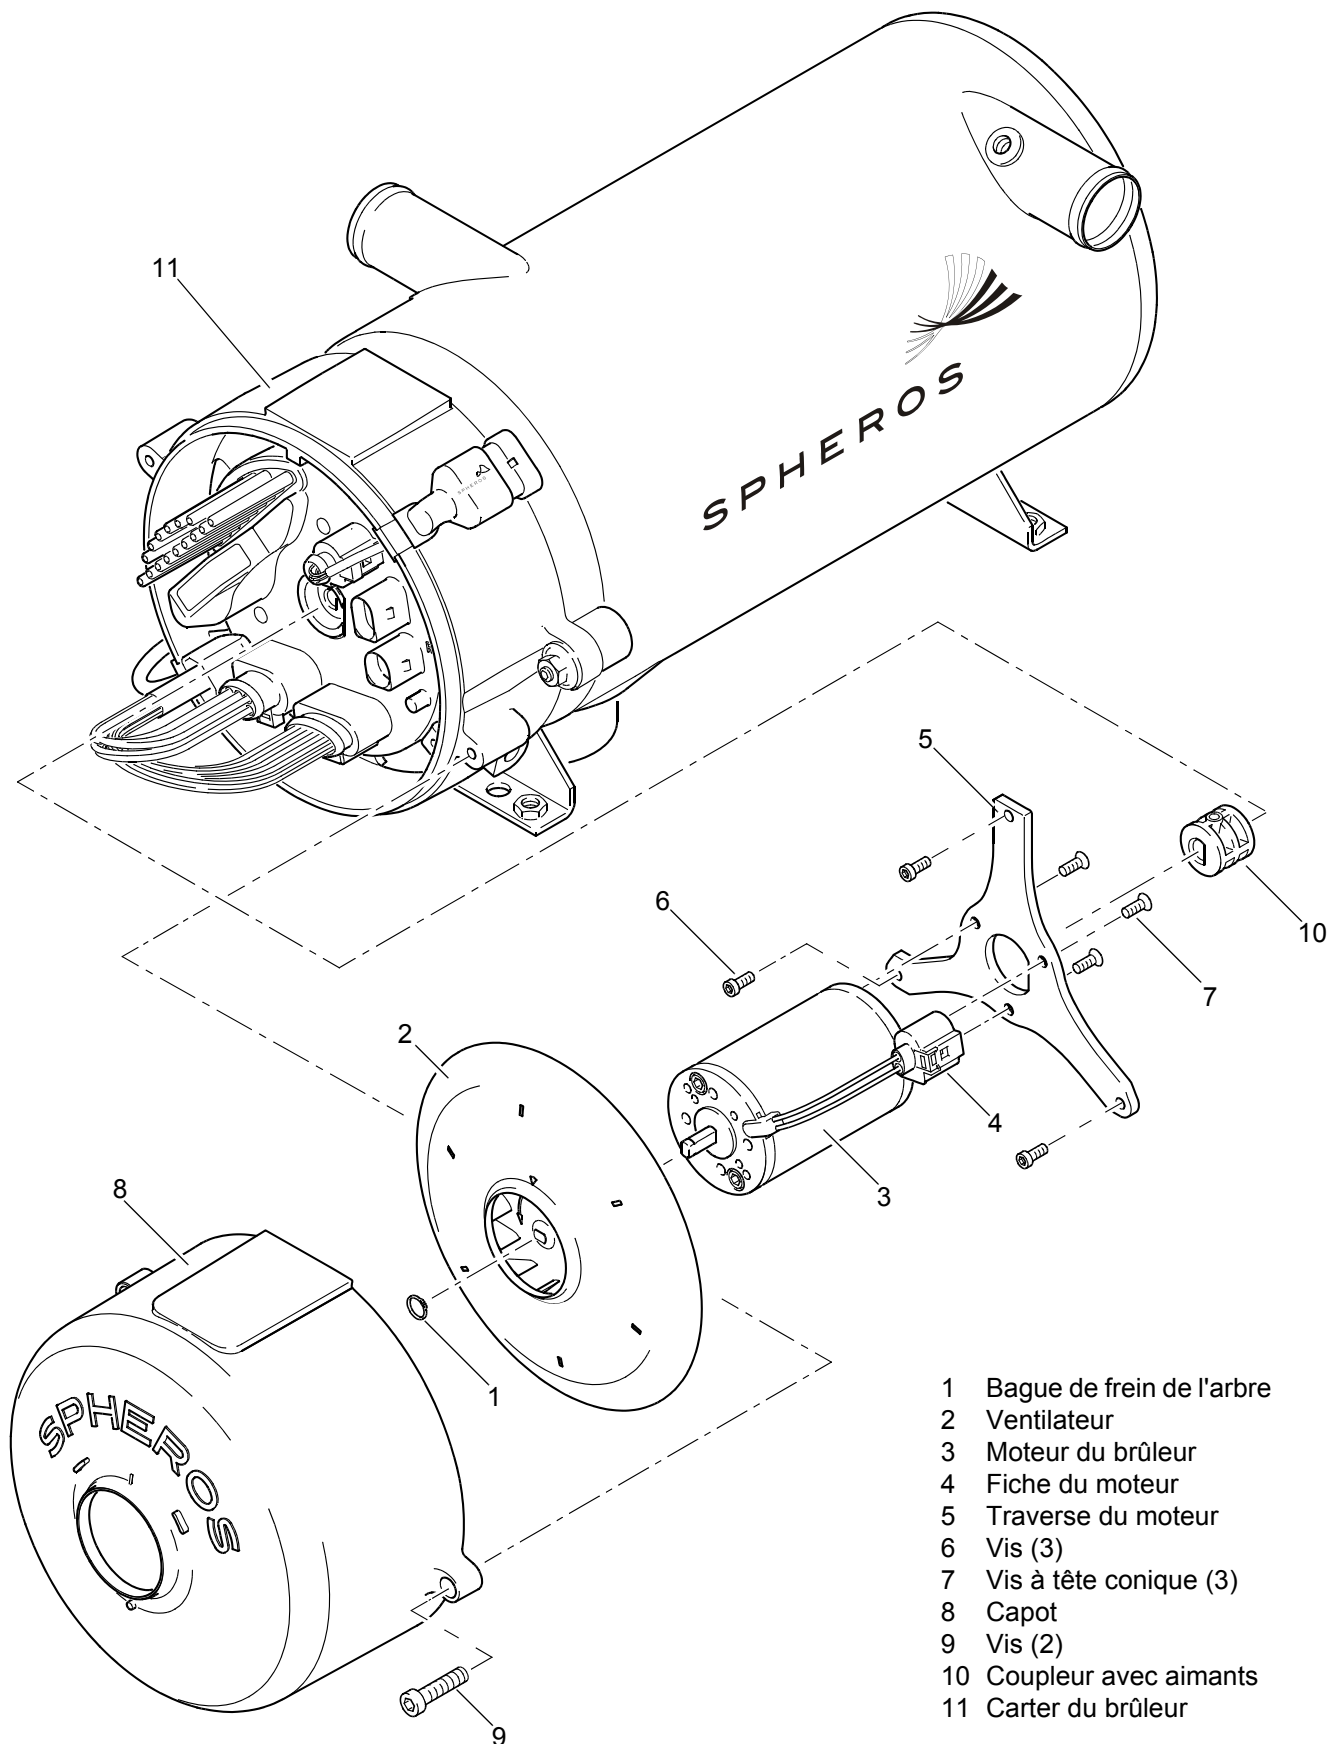

Fig. 803 Démontage et montage du ventilateur de l'air de combustion
2. Si nécessaire, retirez le ventilateur (2, Fig. 803). Pour cela, détachez la bague de frein de l'arbre du moteur (1) à l'aide d'une pince appropriée.
3. Retirez la fiche (4) du moteur du brûleur du boîtier de commande.
4. Retirez les vis (6) et enlevez le moteur (3) et la traverse (5) du carter.
5. Si nécessaire, retirez la traverse (5) du moteur (3). Pour cela détachez les vis (7) de la bride du moteur et dévissez.
1. Si nécessaire, reliez le moteur du brûleur (3, Fig. 803) avec la traverse (5). Pour cela, positionnez le moteur du brûleur par rapport à la traverse, tenez compte de la position de montage de la traverse. Vissez les vis à tête conique (7) dans les fentes prévues de la bride du moteur. Puis serrez les vis (7) avec un couple de 5 Nm + 1 Nm.
2. Le cas échéant, glissez le coupleur avec les aimants (10) sur l'arbre de la pompe du combustible.
3. Positionnez la traverse (5) par rapport au carter (11) en tenant compte de la position de montage prescrite de la traverse. Positionnez le moteur par rapport au coupleur en tournant l'arbre d'entraînement du moteur du brûleur.
4. Fixez le moteur et la traverse à l'aide de vis (6).
5. Serrez les vis (6) avec un couple de 5 Nm + 1 Nm.
6. Insérez la fiche (4) du moteur sur le boîtier de commande.
7. Si nécessaire, montez le ventilateur (2). Pour cela, glissez le ventilateur sur l'arbre d'entraînement, fixez une nouvelle bague de frein (1) sur l'arbre du moteur à l'aide d'une pince appropriée.
8. Montez le capot (8) (voir 8.4).